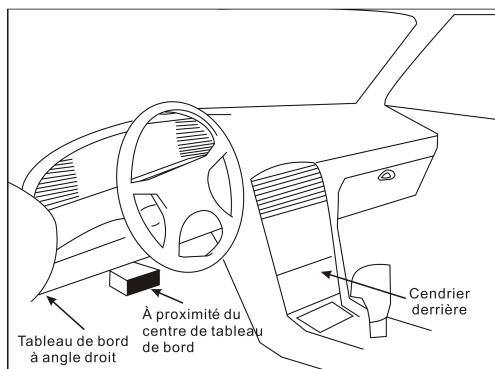

Figure 2-2
2. Localisez la prise DLC du véhicule: Il fournit 16 pins standard et est généralement situé sur le côté du conducteur, à environ 12 pouces du centre du tableau de bord. Voir figure 2-2. Si DLC n'est pas équipé sous le tableau de bord, une étiquette indiquant sa position sera donnée. Au cas où aucun DLC se trouve, veuillez vous référer au Manuel de réparation automobile.